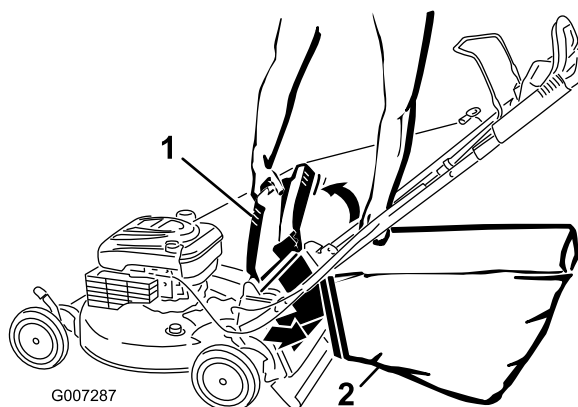

Figura 31
4. Appendete il bordo superiore anteriore del cesto di raccolta sulle apposite tacche (Figura 31).